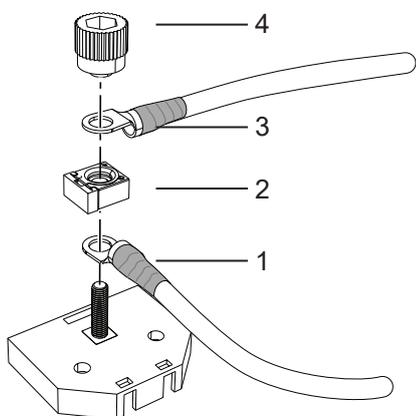
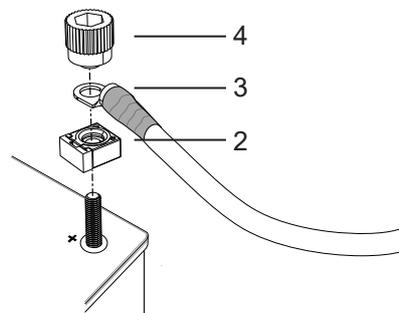

Abbildung 75. Anschließen an den Sicherungskasten
Abbildung 76. Anschließen an den Pluspol der Batterie
2. Stellen Sie ggf. sicher, dass sich der Kabinenschalter (CS) in der Position AUS befindet.
3. Schließen Sie bei Verwenden eines Sicherungskastens das Kabel (1) an den Pluspol der Batterie sowie an den Sicherungskasten an. Positionieren Sie dann die Sicherung (2) darüber, siehe Abbildung 75.
4. Positionieren Sie bei direktem Anschließen an den Pluspol der Batterie die Sicherung (2) auf dem Pluspol, siehe Abbildung 75.
5. Schließen Sie das Hauptstromkabel (3) an den Sicherungskasten bzw. den Pluspol an, siehe Abbildung 75 – Abbildung 76.
6. Schrauben Sie die Kabelanschlüsse und die Sicherung mit dem Drehknauf (4) fest an. Die Kabel werden in einem Winkel von 90° bzw. 180° voneinander montiert. Die Sicherung wird im rechten Winkel zu den Kabeln angebracht, siehe Abbildung 75 – Abbildung 76.